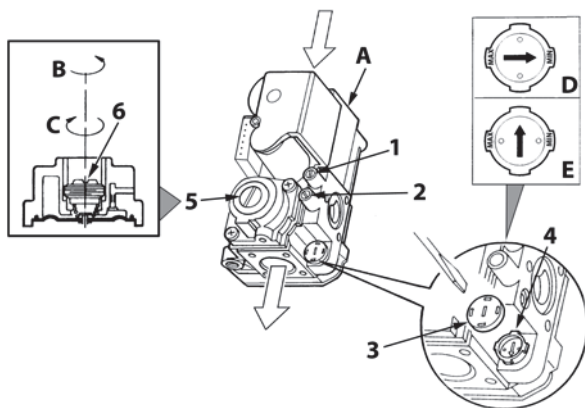

рис. 17 - Регулирование давления
На котле PEGASUS D можно регулировать тепловую производительность горелки и, следовательно, тепловую мощность, передаваемую воде системы отопления; это делается исключительно путем регулировки основной горелки с помощью газового вентиля (см. рис. 17). На графиках, приведенных в параграфе сар. 5.2, показано изменение передаваемой воде тепловой мощности в зависимости от изменения рабочего давления горелки. Возможность приведения мощности котла в соответствие с реальными потребностями отопления означает, прежде всего, снижение потерь и экономию топлива. Кроме того, при регулировке мощности, регламентированной также стандартом, котлы сохраняют значения КПД и характеристики сгорания почти без изменений.
1. С помощью небольшой отвертки снимите защитный колпак 5 вторичного привода газового вентиля рис. 17.
2. Подключите манометр к клемме давления 2 (рис. 17), расположенной после газового вентиля, затем переведите ручку термостата котла на максимум.
3. Регулируйте давление с помощью винта 6 (рис. 17) на желаемое значение, руководствуясь диаграммами, приведенными в параграфе сар. 5.2.
2. Снимите с газового вентиля маленький защитный колпачок 3 (рис. 17). С помощью маленькой отвертки регулируйте "СТУПЕНЬ" розжига на основании выбранного для работы газа (G20-G25 положение D рис. 17 или G30-G31 положение E рис. 17); установите на место защитный колпачок.
- Спустите воздух из газопроводных труб через штуцер отбора давления 1 газового вентиля (рис. 17).